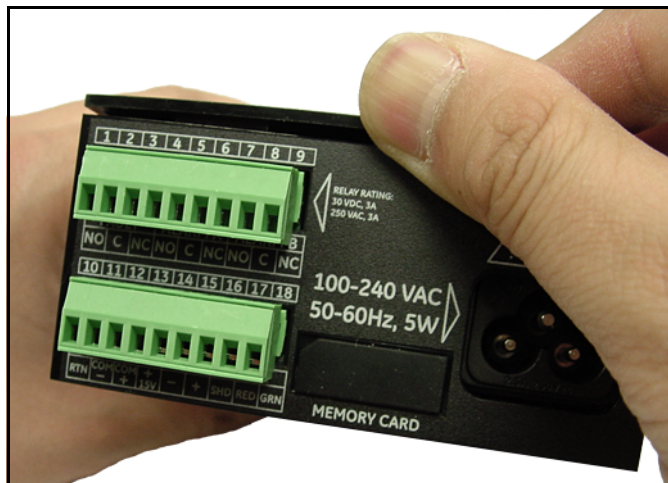

Figure 5: Soulèvement du bord arrière du couvercle
3. Soulevez le bord arrière du couvercle supérieur (voir Figure 5 ci-dessous).